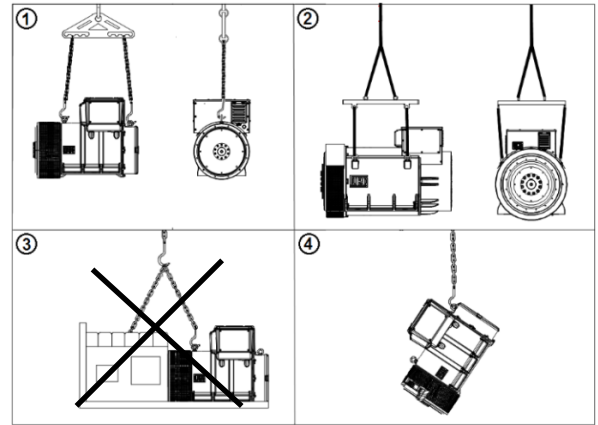

Figura 3.1: Movimentazione dell'alternatore
- La posizione 1 della Figura 3.1 rappresenta il modo corretto di movimentare gli alternatori AG10 250, 280, 315 e 355;
- La posizione 2 della Figura 3.1 rappresenta il modo corretto di movimentare l'alternatore AG10 400;
- Le posizioni 3 e 4 della Figura 3.1 rappresentano i modi scorretti di movimentare gli alternatori.